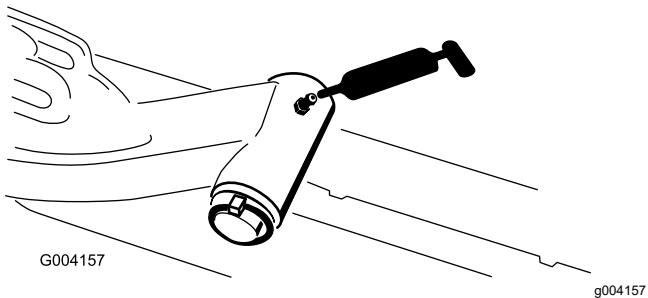

**Figura 31**
- Pivote del bastidor de tiro de la unidad de corte (1 en cada) – Figura 31